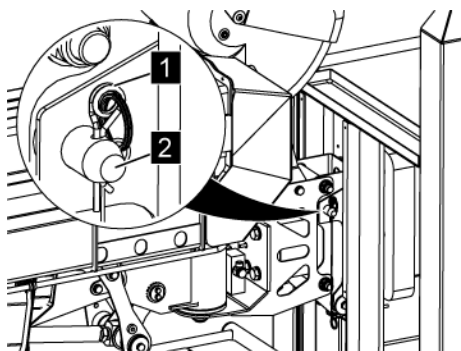

Abb. 154: Splint
5. → Splint (Abb. 154/1) aus dem Korbbolzen (Abb. 154/2) ziehen.